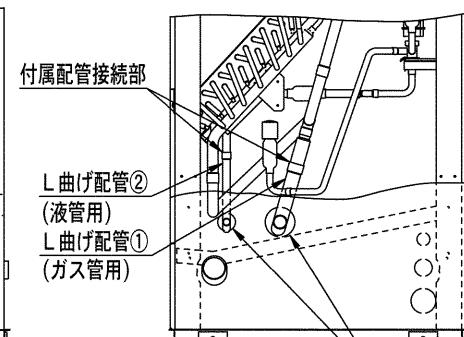

図5
(4) 図5・図6に示すとおり、付属配管・現地配管を前面から口ウ付接続を行ってください。
現地配管接続部 図6 → 付属配管接続部 図5